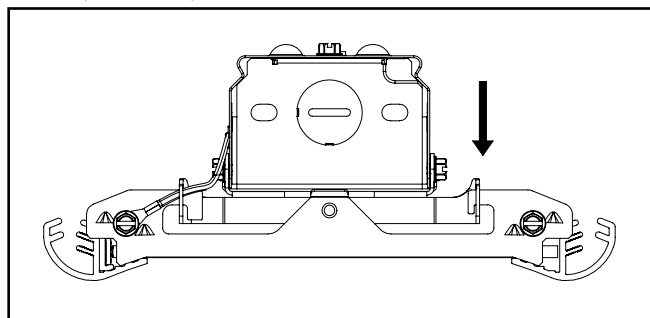

Figure 3.4
E. Placez l'extrémité de la languette épaisse de l'assemblage du guide d'ondes à l'intérieur de la rainure du support de la charnière du canal. (Figure 3.4)